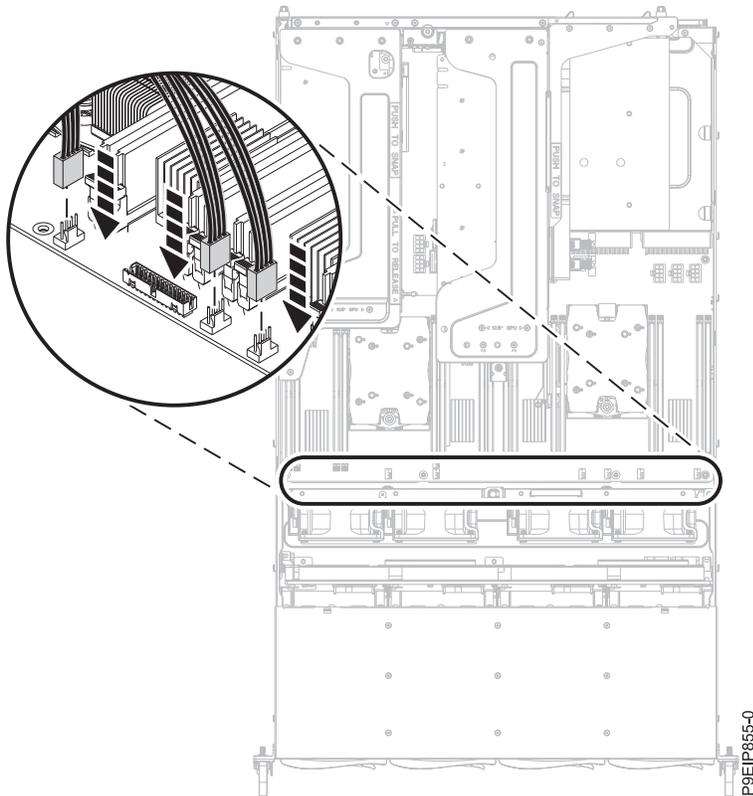

Figura 40. Conexión de los cables del ventilador
5. Conecte los cuatro cables de alimentación de ventilador a la placa posterior del sistema, como se muestra en la Figura 40 en la página 41.